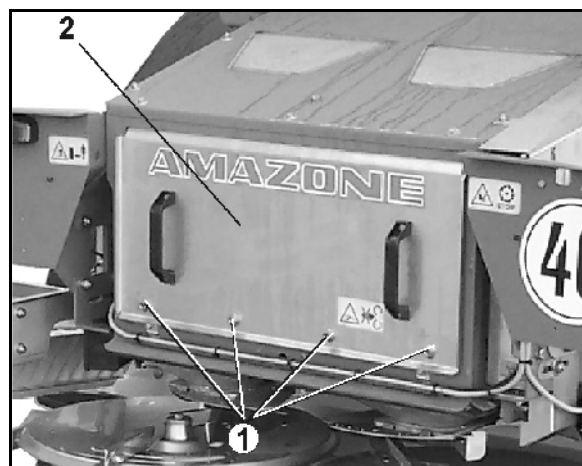

Fig. 81
1. Desenroscar los tornillos (Fig. 81/1) de la cubierta trasera (Fig. 81/2).